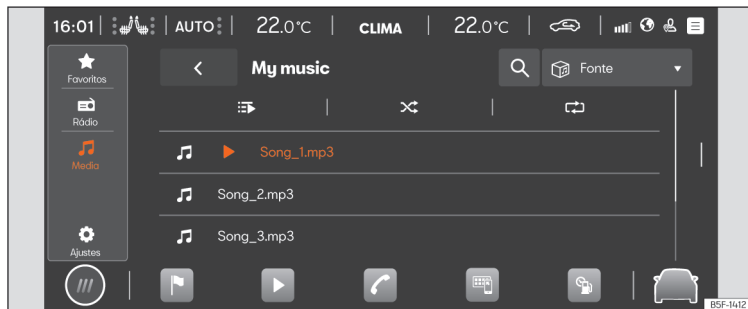

Fig. 170 Esquema: Vista Multimédia.
- Pressione **HOME** > ► > 🎵 >>> Fig. 170.